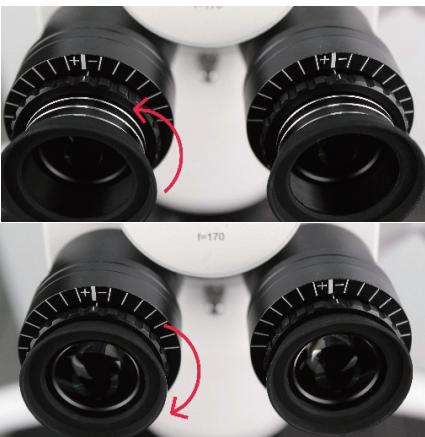

Рисунок 10
5.2.3 Відрегулюйте висоту шори відповідно до звичок користувача. Користувачам, які носять окуляри, рекомендується вкрутити всі шори в окуляр. Для користувачів, які не носять окуляри, рекомендовано відкрутити всі шори (як показано на рис. 10). Під час вкручування або викручування сила повинна бути плавною, а вкручування або викручування гвинта не повинне досягати граничного положення, щоб уникнути заклинивання шор через надмірну силу вкручування або викручування гвинта з отвору.